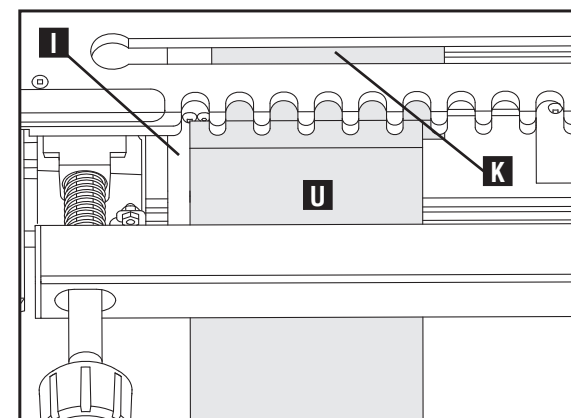

Fig. F12
10. Enlevez l'étau d'immobilisation sur la planche-goujon horizontale (K) Fig. F12 et faites-le glisser vers l'avant afin qu'il soit affleurant au hayon vertical (U) et affleurant au rebord argent gauche du guide (I), comme indiqué à Fig. F12.